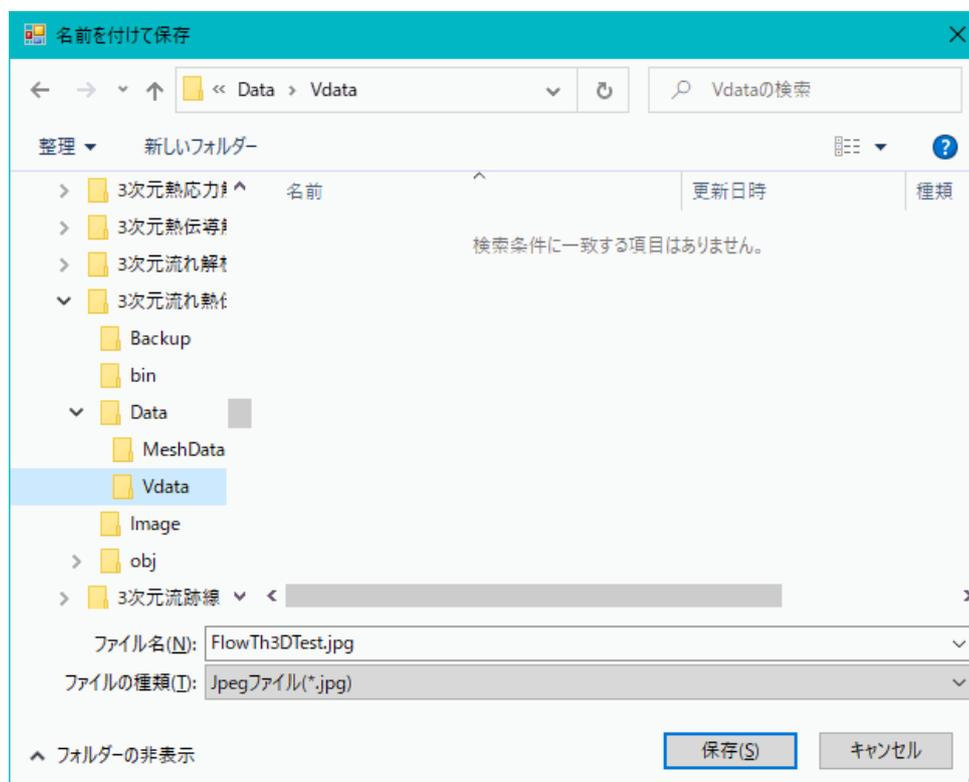

図6-18 ファイル保存コンマンドialog画面
- ⑥「次スライド」ボタンまたは「前スライド」ボタンをクリックすると、次または前の時間メッシュの等温線図が作画されます。
- ⑦本画面で「コピー印刷」ボタンをクリックすると、プリンターで画面コピーを印刷できます。
- ⑧等温線図スライドを一括ファイル保存できます。まず、「保存ファイル設定」ボタンをクリックすると、図6-18のファイル保存コマンドialog画面が表示されます。同画面で任意のディレクトリーにjpgファイル名を設定してください。
- ⑨次に、「保存開始」ボタンをクリックすると、ファイル保存が実行されます。
- ⑩本画面を終了するには、「戻る」ボタンをクリックして、仕様設定画面に戻ります。また、もし等温線図の出来栄えに不満があれば、「戻る」ボタンで仕様設定画面に戻って仕様変更し、再度、等温線図を作画することができます。
- ⑪「標準・全画面切換」ボタンをクリックすると、標準画面と全画面を切り換えることができます。また、画面Formの右下コーナー等をマウスドラッグすることにより、標準画面と全画面の間で自由に拡大・縮小できます。